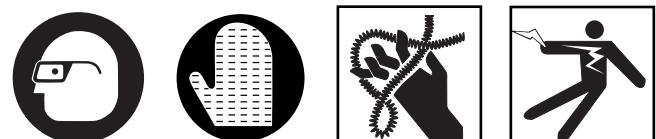

Figure 5 – Montage de l'adaptateur de câble
3. Tirez sur la manette du plongeur de l'adaptateur et appuyez sur le levier d'embrayage de la machine afin de permettre à l'adaptateur de s'enfiler dans le trou percé (Figure 5). Assurez-vous du verrouillage du plongeur dans la machine.